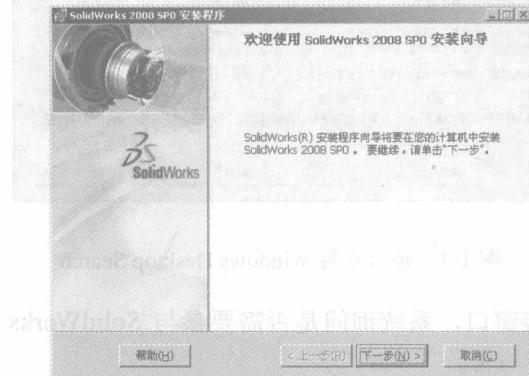

图 1-2 【SolidWorks 2008 安装程序】对话框
- (1) 以系统管理员的身份登录 Windows XP 操作系统。
(2) 将 SolidWorks 2008 的第一张安装光盘放入光驱，系统会自动打开安装程序对话框，如图 1-2 所示。